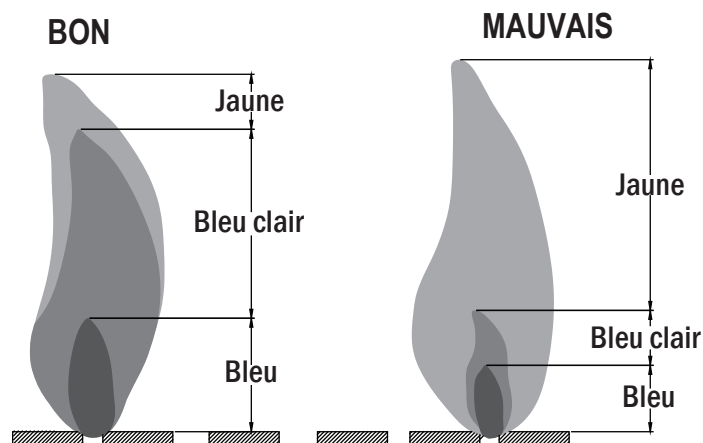

Figure 13
**Observer la hauteur de la flamme lorsqu'elle est allumée :** le brûleur affiche des flammes bleues et jaunes. Ces flammes doivent être de couleur bleue / jaune entre 2,54 et 5,08 cm de hauteur (voir la figure 13). Ces flammes ne doivent pas être jaunes ou produire une fumée épaisse, ce qui indiquerait une obstruction de la circulation de l'air dans les brûleurs. Les flammes doivent être bleues avec des sommets jaunes droits.